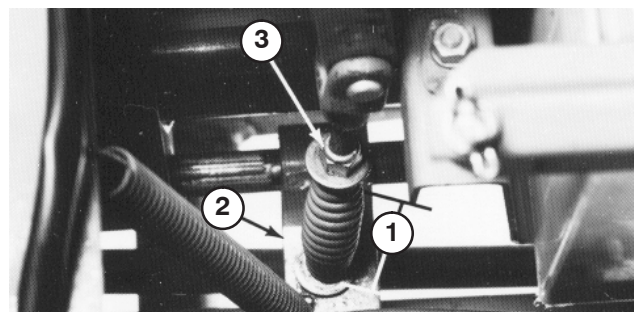

Bild 62
3. Messen Sie die Länge der ZWA-Feder zwischen den Flachscheiben (Bild 62). Die Federlänge sollte 81 mm betragen.
4. Zum Einstellen, halten Sie die Einstellschraube mit einem Schraubenschlüssel fest (unter dem ZWA-Aktuatorarm) und drehen Sie die Sicherungsmutter (Bild 62).